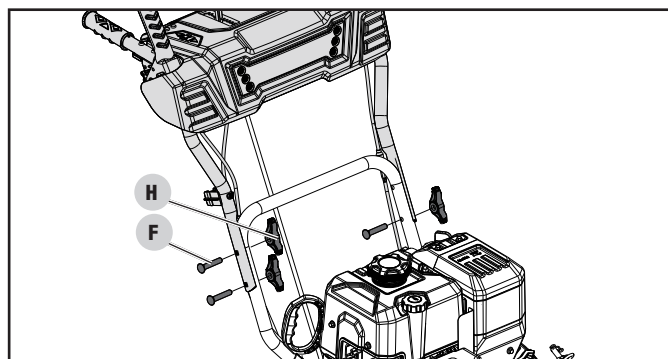

Figure 4
3. Fixez les poignées supérieures et inférieures avec les boulons (F) et les boutons de verrouillage (H) (fig. 4). Serrez bien les boulons. Ne serrez pas de manière excessive.